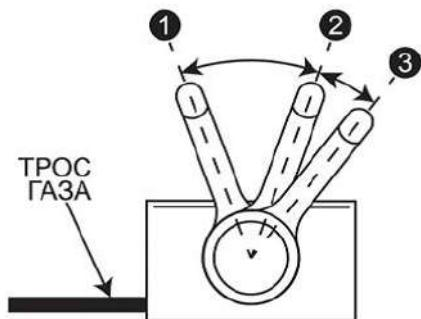

Рис. 9. Рабочие положения рычага газа
8. Проверьте работу рычага газа и троса газа. При правильной регулировке троса газа рычаг газа имеет 3 рабочих положения (Рис. 9).
При установке рычага газа в положение «3» (Рис. 9), рычаг 4 управления оборотами двигателя должен нажимать на контактную пластину 1 (Рис. 10).
При установке рычага газа в положение «1» (Рис. 9), рычаг 4 управления на панели управления двигателя должен упираться в винт 2 ограничения максимальных оборотов двигателя (Рис. 10).